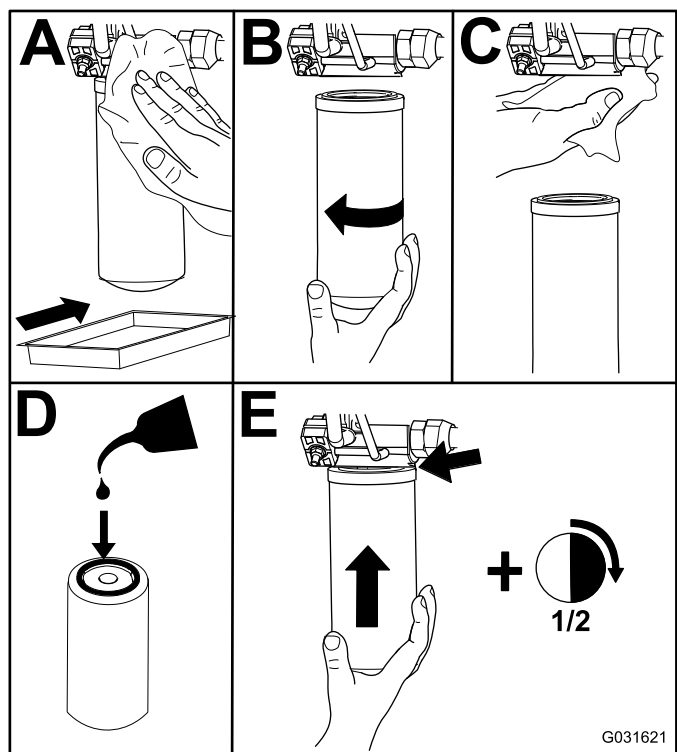

图70
2. 如图70所示更换液压升降舱中的填充液压过滤器。
4. 更换位于机器右侧的回流过滤器 图70。